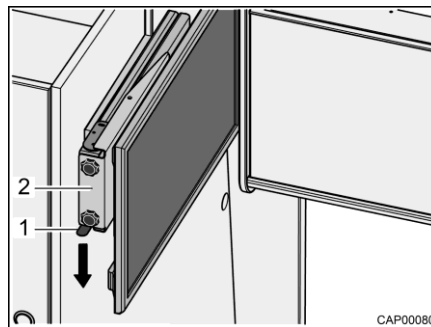

Fig. 30 Base estraibile con schermo piatto
- Premere verso il basso la molla d'arresto (Fig. 30,1) ed estrarre orizzontalmente la base estraibile (Fig. 30,2) con lo schermo piatto in direzione del centro del veicolo.
- Fare scorrere orizzontalmente la base estraibile (Fig. 30,2) con lo schermo piatto fino all'arresto. La molla d'arresto (Fig. 30,1) scatta in posizione.